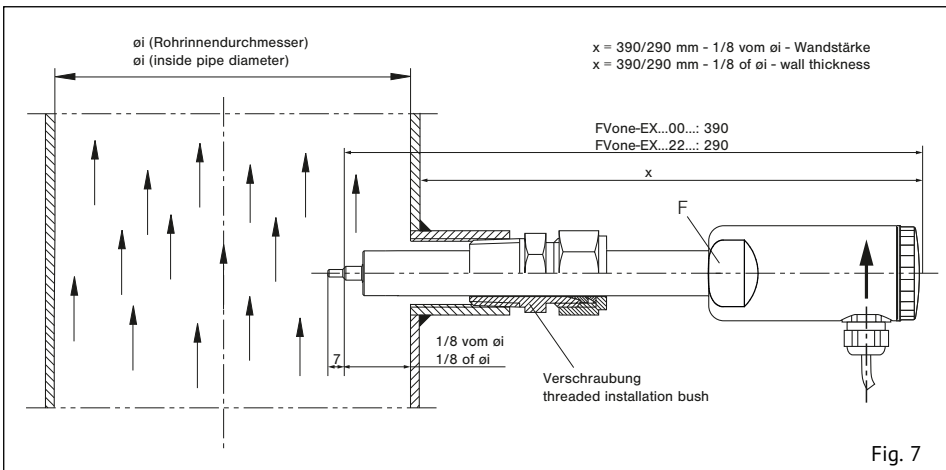

Fig. 7
Die beiden Messfühler (S) müssen im eingebauten Zustand nebeneinander im Strömungsmedium liegen. Dies ist der Fall, wenn die Schlüsselansatzflächen (F) parallel zur Rohrleitung stehen. Die Fühlermitte (schräger Absatz) muss bei $1/8$ des Rohrrinnendurchmessers positioniert werden. Der Pfeil (Laserbeschriftung) an der Seite des Gehäuses muss in Strömungsrichtung zeigen (siehe Fig. 7).
The two sensors (S) on the flow meter must be aligned side by side directly across the direction of flow. The sensors are correctly positioned when the wrench flats (F) are aligned parallel with the pipe. The shoulder of the two sensors must be positioned at $1/8$ of inside pipe diameter. The arrow (laser marking) at the side of the housing must show in direction of flow (see fig. 7).